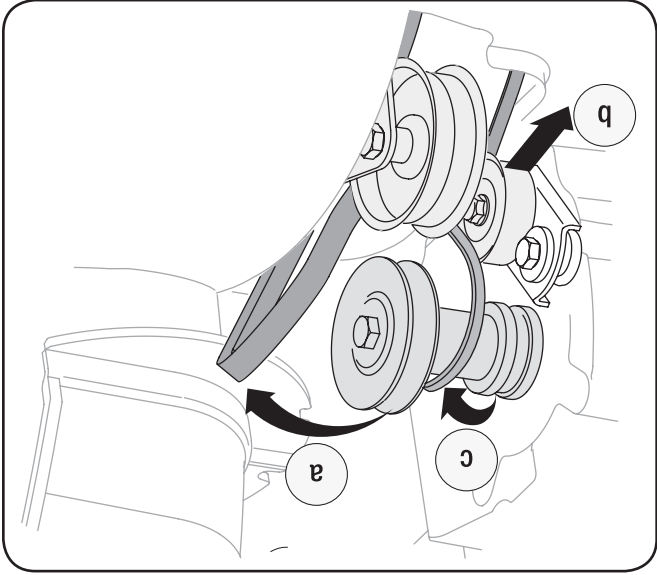

Figure 7-7
- 3. Dégagez la courroie comme suit. Voir la Fig. 7-7: